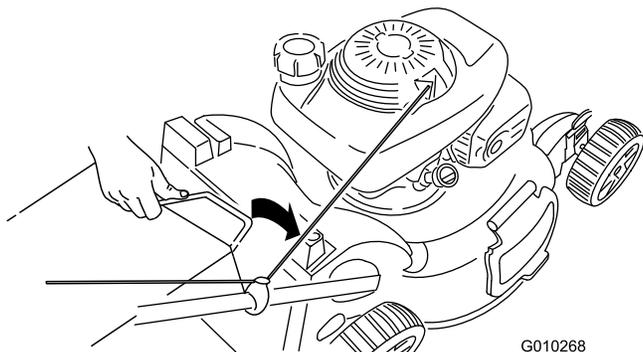

図 28
3. 機体上部の溝に集草バッグのハンドルを入れる 図 28。